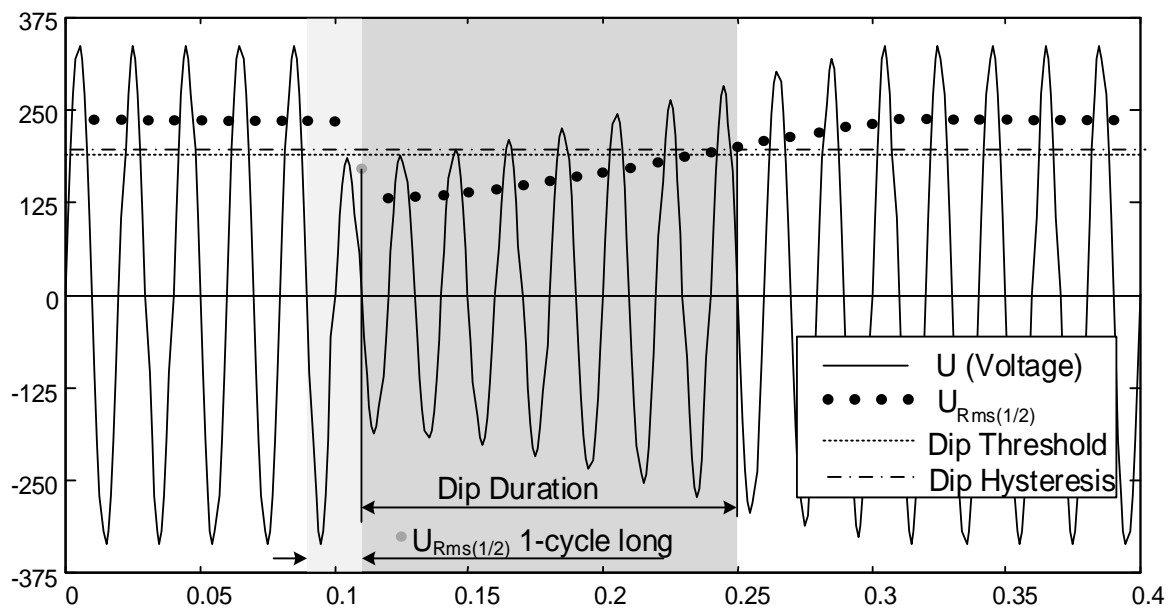
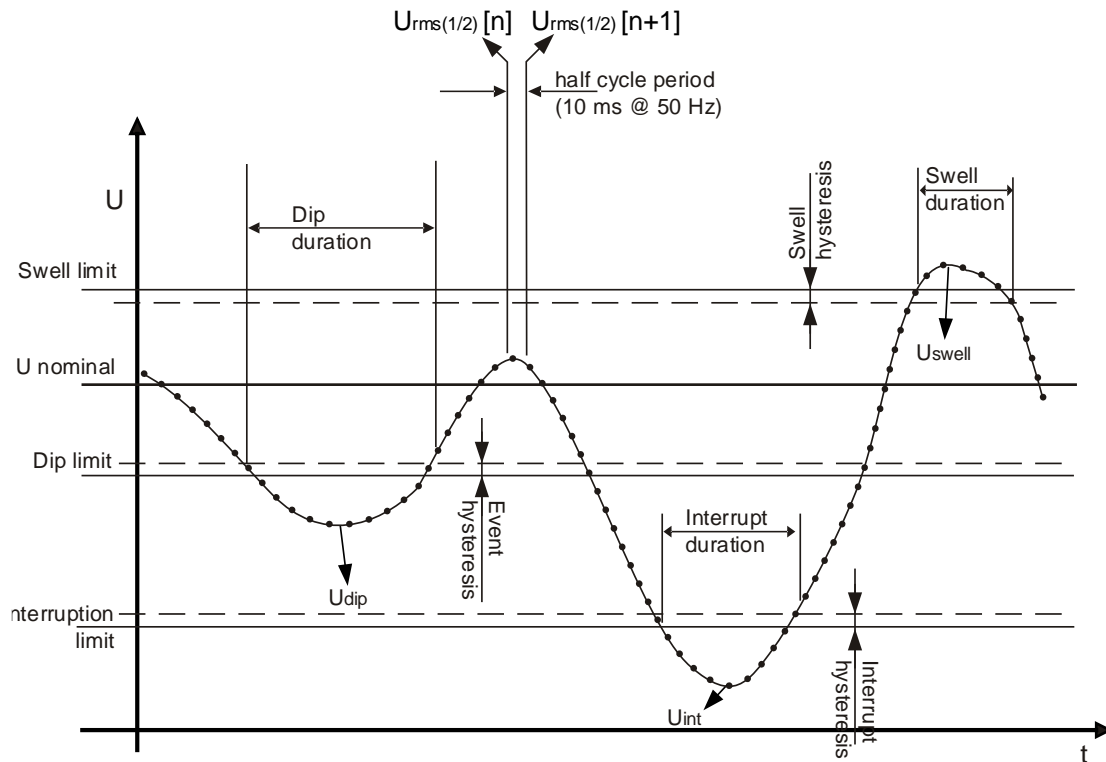

Abbildung 6.11: $U_{Rms(1/2)}$ 1-Zyklus-Messung
Figure 6.12 Definition der Spannungsereignisse
- Auf Einphasensystemen (Anschlussart: 1W), beginnt ein Spannungseinbruch, wenn die $U_{Rms(1/2)}$ -Spannung unter den Schwellenwert für den Spannungseinbruch fällt, und endet, wenn die $U_{Rms(1/2)}$ -Spannung gleich oder größer als der Schwellenwert für den Spannungseinbruch plus Hysterese Spannung ist (siehe Figure 6.12 und Abbildung 6.11),.
- Auf Einphasensystemen (Anschlussart: 1W), beginnt eine Spannungsüberhöhung, wenn die $U_{Rms(1/2)}$ -Spannung über den Schwellenwert für die Spannungsüberhöhung steigt, und endet, wenn die $U_{Rms(1/2)}$ -Spannung gleich oder kleiner als der Überhöhungsschwellenwert plus Hysteresespannung ist (siehe *Figure 6.12* und Abbildung 6.11),
- Bei Einzelphasensystemen (1W) beginnt eine Spannungsunterbrechung, wenn die $U_{Rms(1/2)}$ -Spannung unter den Spannungsunterbrechungs-Schwellenwert sinkt, und endet, wenn der $U_{Rms(1/2)}$ -Wert dem Spannungsunterbrechungs-Schwellenwert plus Hysterese gleich ist oder diesen übersteigt (siehe *Figure 6.12 und* Abbildung 6.11),